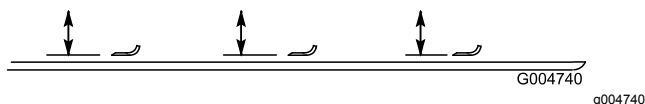

Bild 128
2. Drehen Sie die Messer, bis die Enden nach vorne und hinten zeigen und messen Sie von der Innenseite des Mähwerks bis zur Schnittkante an der Vorderseite des Messers (Bild 128).